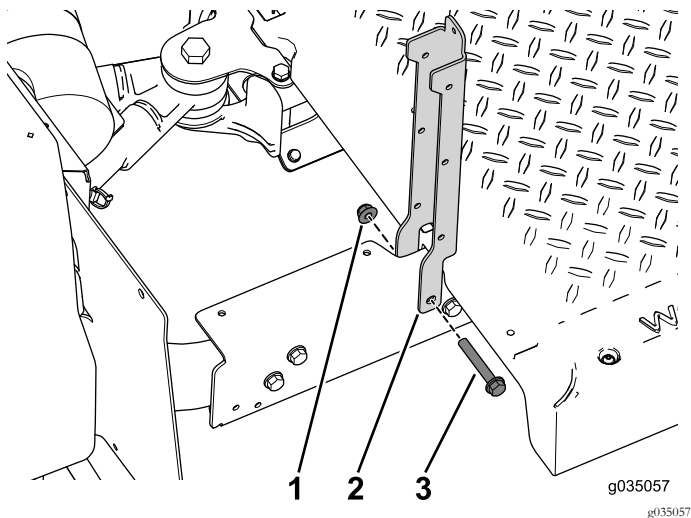

Figura 38
2. Utilice los 2 pernos ($3/8"$ x $2\frac{1}{2}"$) y tuercas con arandela prensada para sujetar los soportes del asiento a la sección trasera de la máquina (Figura 38).